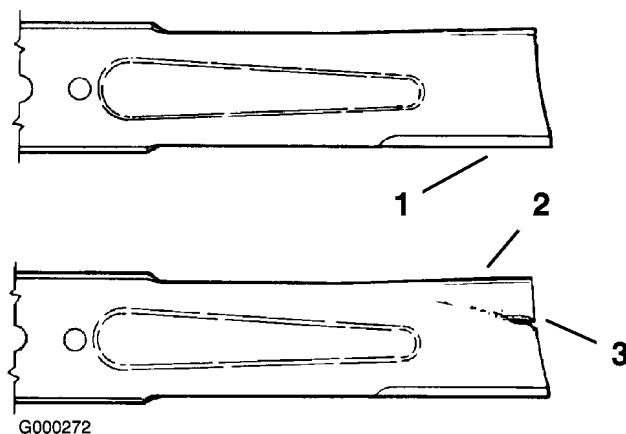

Figura 61
1. Inspeccione los filos de corte (Figura 61).
2. Inspeccione las cuchillas, especialmente la parte curva (Figura 61).
Si observa daños, desgaste o la formación de una ranura en esta zona (Figura 61), instale inmediatamente una cuchilla nueva.